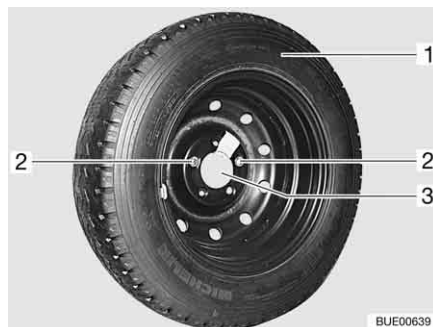

Bild 250 Reservhjulshållare i det bakre lastutrymmet
- Skruva ut och ta bort de båda fästskruvarna (Bild 250,2) med fordonsverktyget.
- Ta av reservhjulet (Bild 250,1) från hållaren (Bild 250,3).